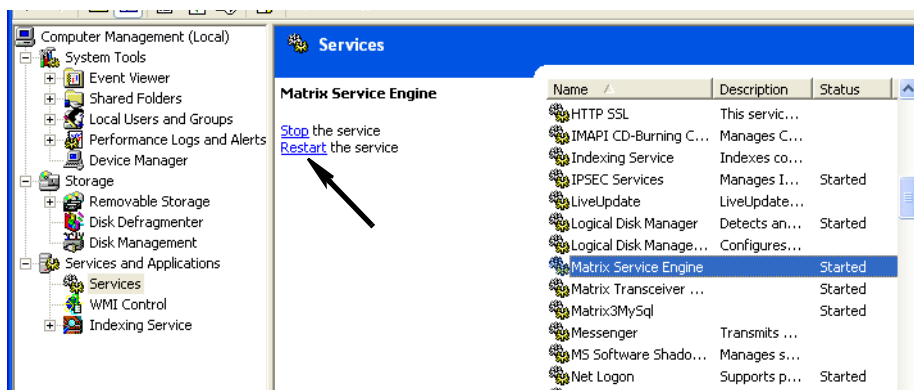

FIG. 62
- k. Klik op de koppeling Dienst opnieuw starten (FIG. 62).